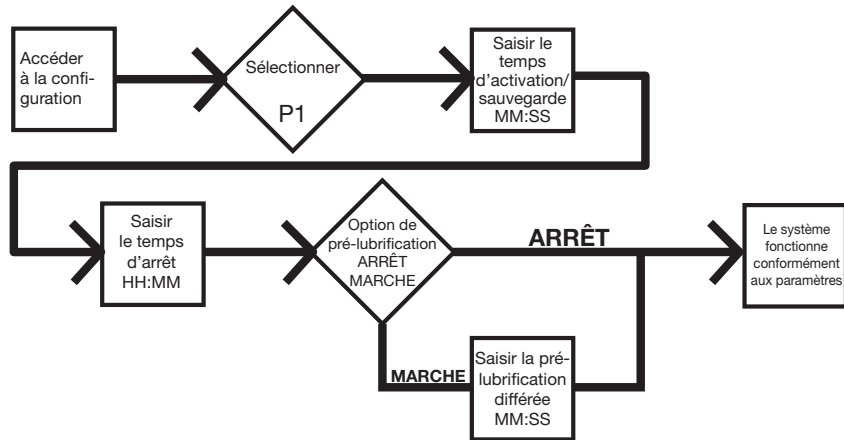

**FIG. 33**
2. Faites fonctionner la pompe uniquement jusqu'à ce que le lubrifiant sortant du raccord d'élément ne contienne plus d'air (FIG. 33).